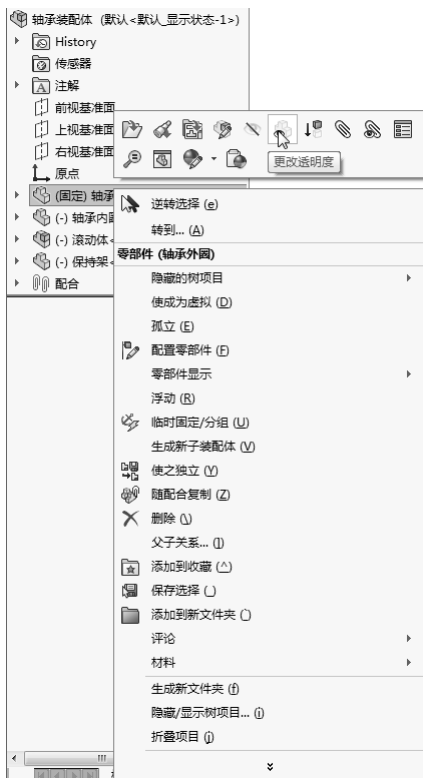

图 8-49 快捷菜单
2) 右击 FeatureManager 设计树中的文件名称“轴承外圈<1>”，或者右击视图中的基座 1，系统弹出快捷菜单。单击 (透明度) 按钮，如图 8-49 所示。